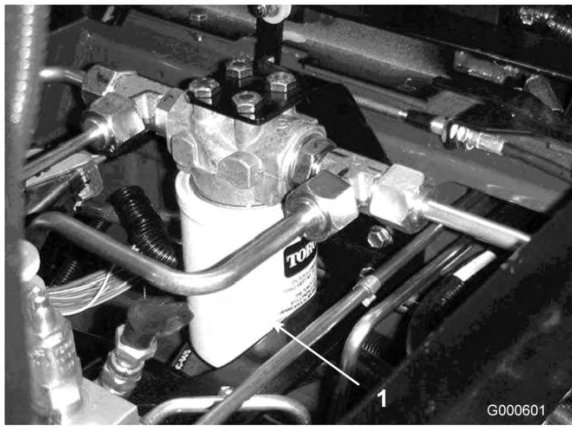
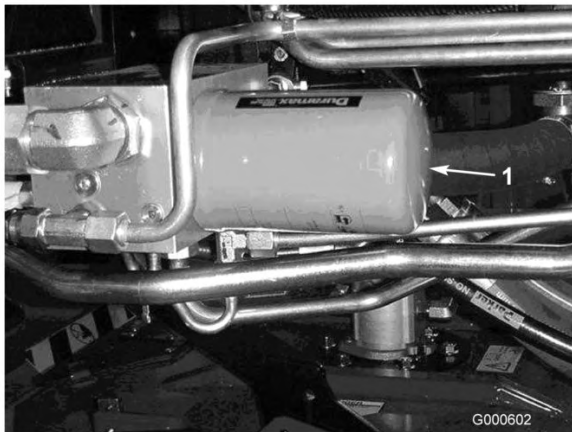

図 55
図 56
2. フィルタ容器の周辺をウェスできれいにぬぐう。フィルタ（図 55と図 56）の取り付け部周辺をきれいにふき、下に廃油受けを用意し、フィルタを外す。